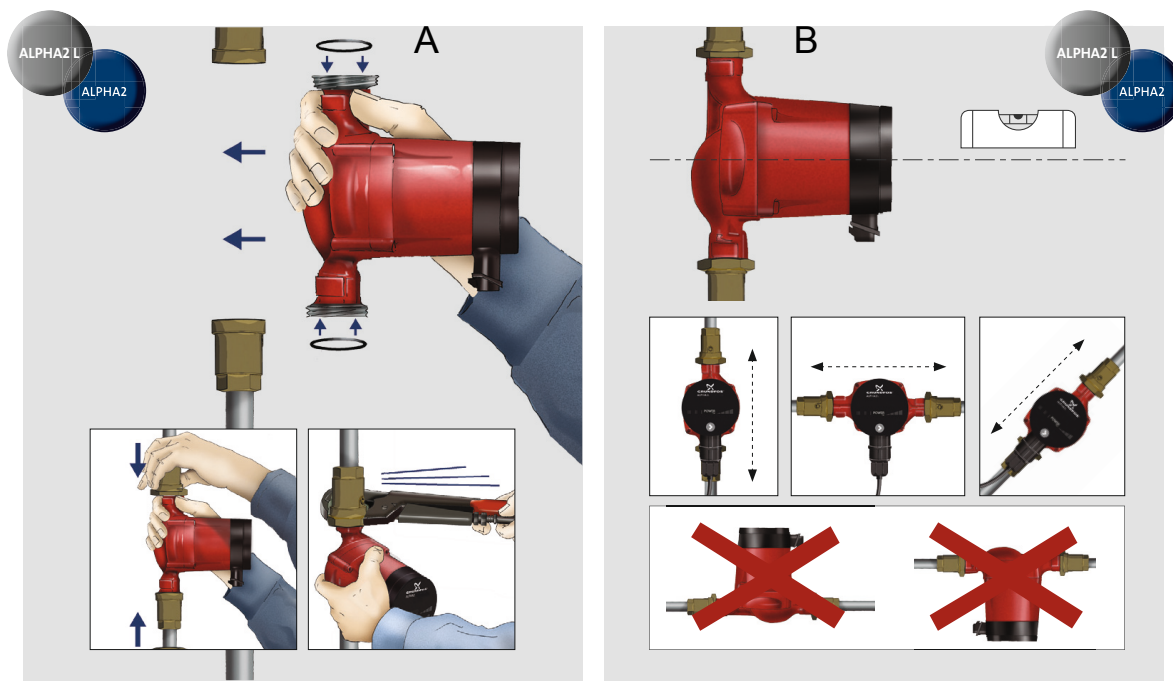

Fig. 3 Montering av GRUNDFOS ALPHA2 L
1. Sätt dit de två medföljande packningarna när pumpen monteras på röret. Se fig. 3, pos. A.
2. Installera pumpen med motoraxeln horisontell. Se fig. 3, pos. B.